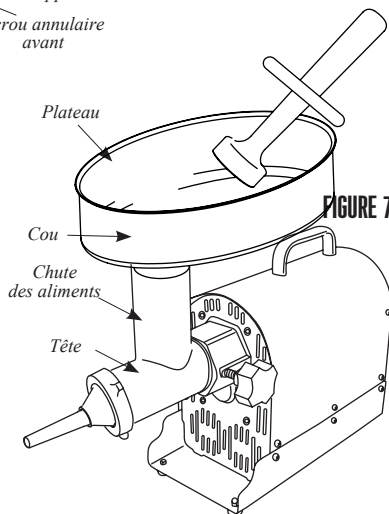

FIGURE 7
7. Insérer le col du plateau dans la chute d'aliments (FIGURE 7).
8. NE JAMAIS utiliser le hachoir sans le plateau bien fixé (FIGURE 7).